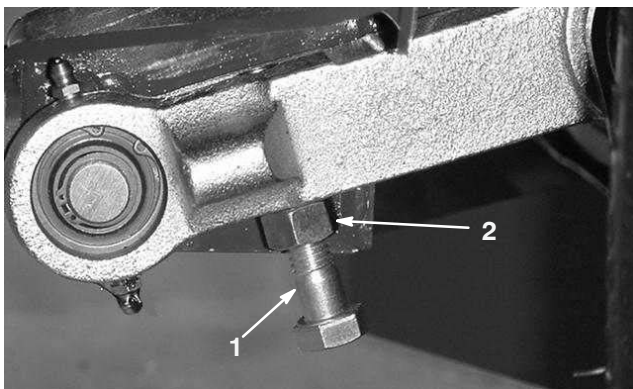

Bild 21
3. Sie können den Abstand mit der Einstellschraube am hinteren Gelenkverbindungsteil des Mähwerks einstellen (Bild 21). Lösen Sie die Klemmmutter an der Einstellschraube. Lösen oder ziehen Sie die Einstellschrauben an, bis ein Abstand von 13 ± 3 mm erreicht ist. Ziehen Sie dann die Klemmmutter fest.